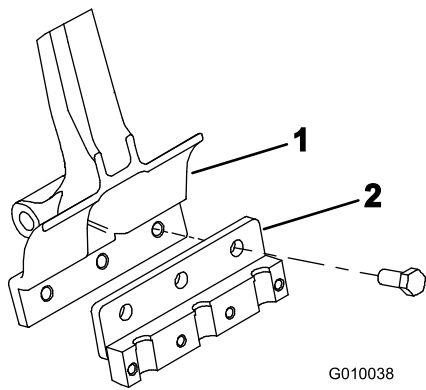

図 23
2. 各タイヤ・アームにタイヤ・ホルダーを取り付ける（図 23）；ボルト（1/2 x 1-1/4 in）3 本を使用。ボルトを101.6N・m（10.4kg・m）にトルク締めする。